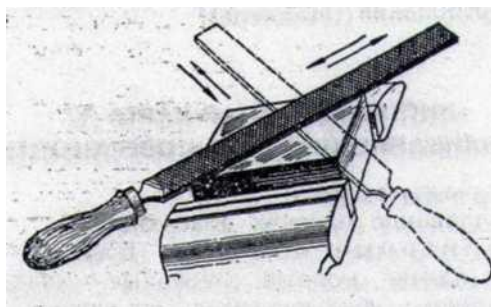

Рисунок 4
4. Опилите плоскую поверхность перекрестным штрихом (рисунок 4).